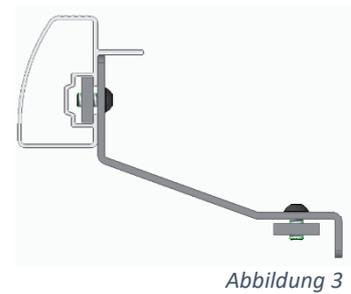

Abbildung 3
Nun können die langen Rahmenprofile 3.244mm (1) in die Nutensteine (9b) der Anbauteile geführt werden (Abb. 3). Wenn die Profile rechts und links vom Fahrzeug in den Anbauteilen hängen, müssen sie positioniert und die oberen Linsenkopfschrauben (6b) an den Anbauteilen festgezogen werden (6-8Nm). Auch hier muss Schraubensicherungs-lack auf das Gewinde der Schrauben aufgebracht werden.